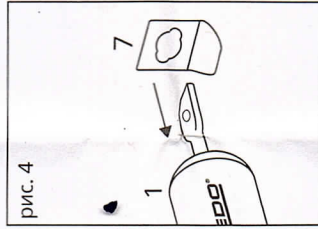

рис. 4
3) При необходимости установите фиксатор 7 на штангу доводчика 1 (рис. 4).